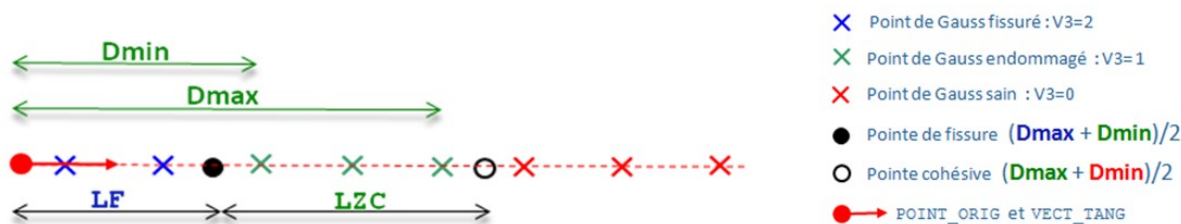

Figure 2 : Schéma du champ de PG d'une fissure cohésive 2D rectiligne avec la position des pointes
- LONG_FIS : distance entre la pointe de fissure et le point de référence (LF voir figure 2).
- LONG_TOT : longueur totale (LF + LZC voir figure 2)
- LONG_COH : taille de la zone cohésive (LZC voir figure 2)
Pour définir la position des pointes (voir figure 2) on s'appuie sur les coordonnées géométriques des PG et sur le champ de la variable interne VARI_ELGA composante V3 des lois CZM qui prend comme valeur 0 si le PG est sain, 1 si le PG est endommagé et 2 si le PG est fissuré. Pour chacun de ces trois états on définit Dmin et Dmax correspondant aux distances minimale et maximale par rapport au point origine. La pointe de fissure est positionnée entre les PG cassés et les PG endommagés, la pointe cohésive est positionnée entre les PG endommagés et les PG sains.